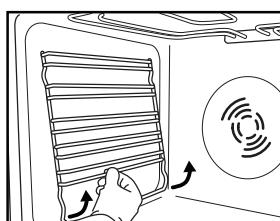

Рис. 3
1. Снимите боковые решетки, на которые устанавливаются принадлежности (Рис. 3).
2. Снимите боковые решетки — держатели принадлежностей (при наличии) (Рис. 3).